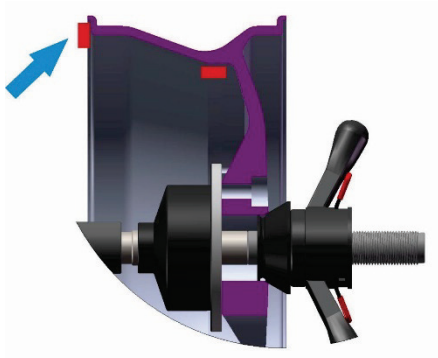

Rys.2
- * Aby ustawić wartość "b": odczytaj średnicę wskazaną na kole lub użyj szerokościomierza (jak pokazano na Rys.2), a następnie wprowadź wartość za pomocą przycisków  lub  eingeben.